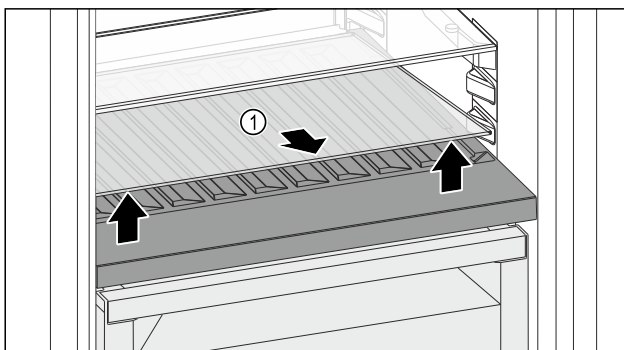

Fig. 116
- ▶ Glasplatte Fig. 116 (1) an der Aussparung vorne anheben und herausnehmen.
- ▶ Glasplatte Fig. 116 (1) außerhalb des Geräts sicher aufbewahren.